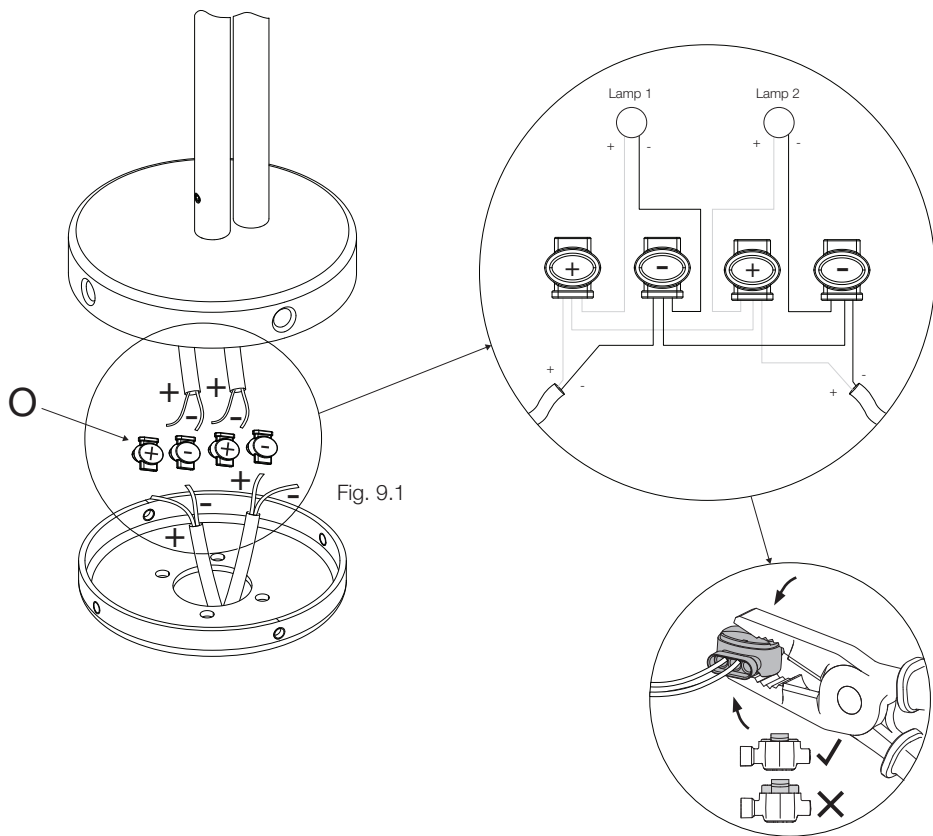

Fig. 9.1
9. Make the connections in the connectors (O). Connect the cables according to their polarity as shown in Figure 9.1. Once the connections are made, tighten the connector with the pliers.
9. Effectuez les raccordements au niveau des connecteurs (O). Branchez les câbles en respectant la polarité comme illustré sur la figure 9.1. Une fois les raccordements terminés, serrez le connecteur à l'aide des pinces.
9. Kabel an die Steckklemmen (O) anschließen. Beim Anschließen der Kabel auf die Polung achten, wie in Abb. 9.1 dargestellt. Nach dem Anschließen der Kabel die Steckklemme mit der Zange zusammendrücken.